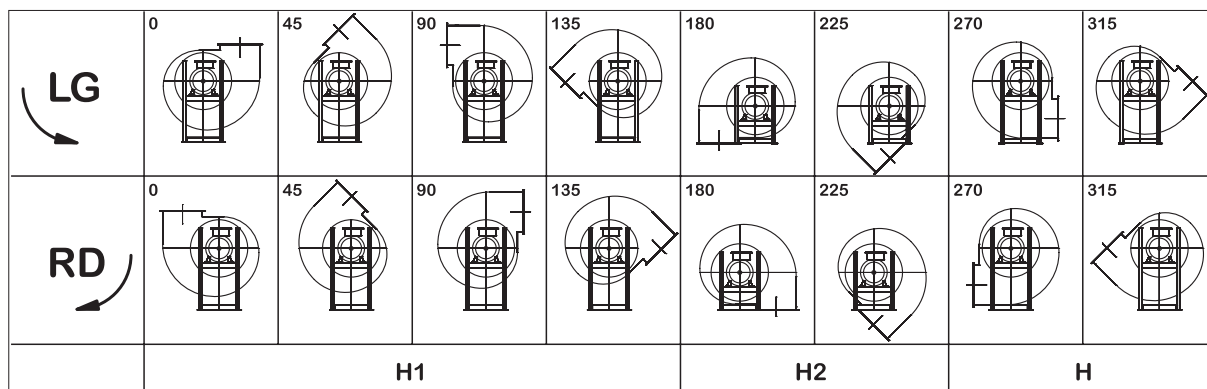

FIG. 9 (Orientamento)
**5.2.1- Controlli prima del montaggio (TAB. 6 e FIG. 9)**
3	Per i modelli forniti montati verificare il corretto orientamento della cassa (0°, 45°, 90°...) ed il corretto senso di rotazione della girante (LG = antiorario o RD = orario) eventualmente identificato da un'etichetta adesiva (freccia - v. FIG. 28) applicata esternamente. N.B. Il corretto orientamento della cassa va verificato nella "tabella orientamenti" riportata nei relativi "cataloghi cartacei" (v. esempio FIG. 9). L'individuazione del senso di rotazione della girante va verificato guardando la stessa dalla parte del motore elettrico.
8	Assicurarsi che la quota H o H1 o H2 sia quella richiesta (v. FIG. 12 - Rif. H - H1 - H2 e nella tabella "orientamento" nei "cataloghi cartacei" alla pagina "Dimensioni d'ingombro e pesi" o nel sito - v. esempio FIG. 9).
Nei ventilatori di grandi dimensioni la sedia è direttamente saldata alla cassa mentre in quelli di medie / piccole dimensioni la cassa (FIG. 17 - Rif. 3) deve essere fissata alla sedia (FIG. 17 - Rif. 4) mediante bulloni. È obbligatorio che la cassa venga fissata correttamente alla sedia secondo l'orientamento richiesto all'ordine (FIG. 9).